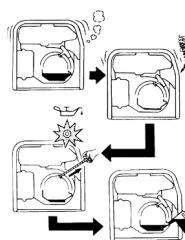

Рис. 1
1) СИСТЕМА ПОПЕРЕДЖЕННЯ ПРО НИЗЬКИЙ РІВЕНЬ ОЛІВИ (Рис.1)